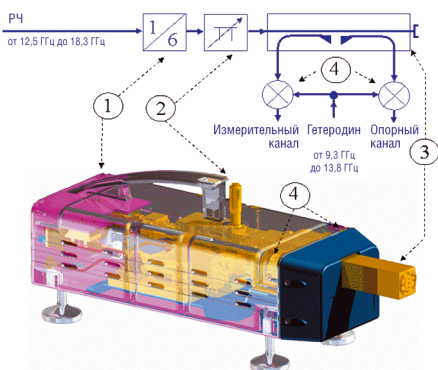

Рис. 1. Полупрозрачная модель и блок-схема преобразователя R&S ZVA-Z110 (со снятым адаптером тестового порта)
На рис. 1 показана полупрозрачная модель преобразователя R&S ZVA-Z110 и его блок-схема, состоящая из умножителя входной частоты (1), регулируемого волноводного аттенюатора (2), направленного ответвителя (3), разделяющего опорный и измерительный каналы. Частота этих каналов преобразуется вниз с помощью двух гармонических смесителей (4).